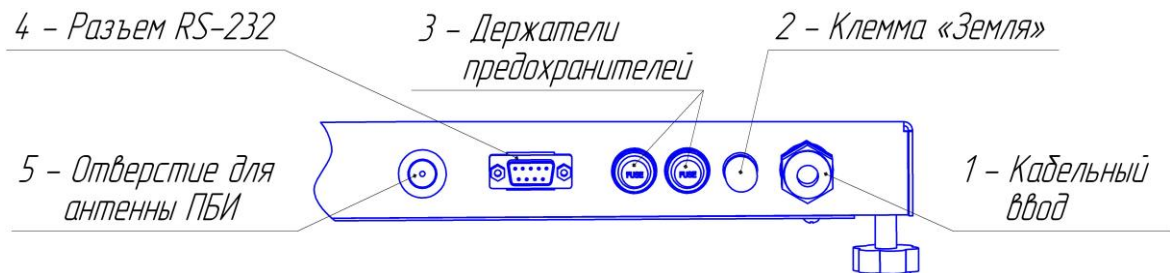

Рисунок 6 - Вид основания сзади
На задней стенке основания (рисунок 6) находятся: кабельный ввод 1 для шнура питания, клемма «Земля» 2 для заземления аппарата, держатели предохранителей 3, разъем RS-232 4, отверстие для антенны ПБИ 5.
3.1.2 Если аппарат эксплуатируется совместно с ПБИ¹, подключить к разъёму, установленному в отверстие для антенны ПБИ (рисунок 6 на странице 7), антенну из комплекта принадлежностей.
3.1.4 Клемму заземления (рисунок 6 на странице 7), подключить к внешней заземляющей шине.